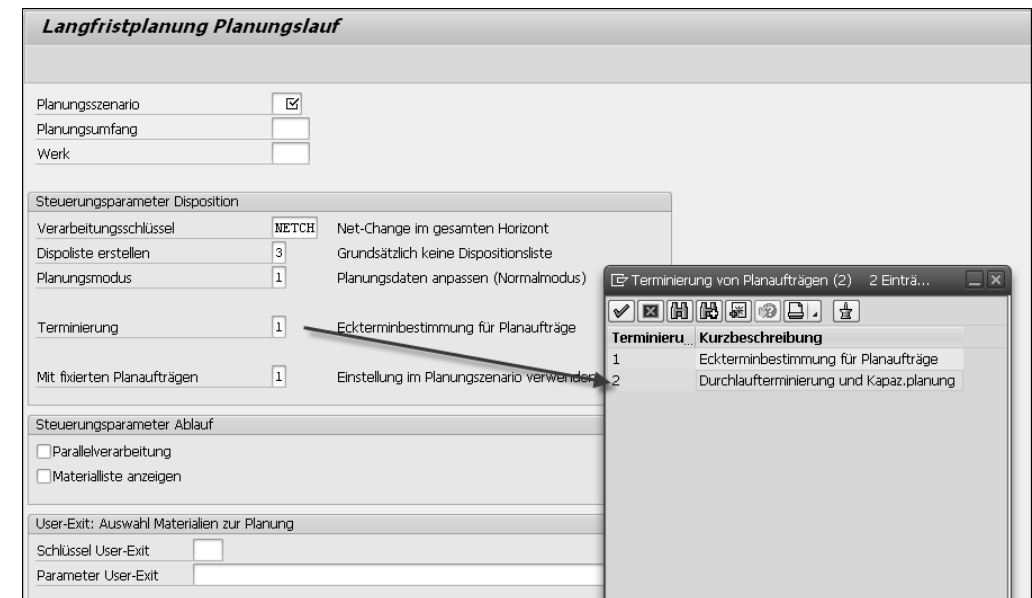

Abbildung 8.5 Transaktion MS01
Abbildung 8.5 zeigt die Einstellungen, die Sie in Transaktion MS01 vornehmen können. Grundsätzlich wird der Planungslauf pro Planungsszenario ausgeführt und ist somit ein Pflichtfeld, das Sie festlegen müssen.
- Wenn Sie im Einstiegsbild (siehe Abbildung 8.5) im Feld **Terminierung** die Option **Durchlaufterminierung und Kapaz.planung** verwendet haben, werden für eigengefertigte Materialien auch simulative Kapazitätsbedarfe erzeugt. Nur wenn Sie diese Option ausgewählt haben, können Sie die Kapazitätsplanung verwenden.